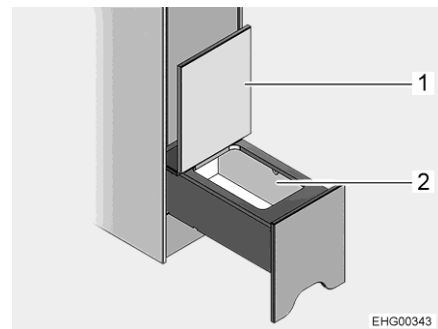

Fig. 96 Compartiment de rangement
- Rabattre le couvercle (Fig. 96,1) vers le haut. Le compartiment de rangement (Fig. 96,2) est accessible.